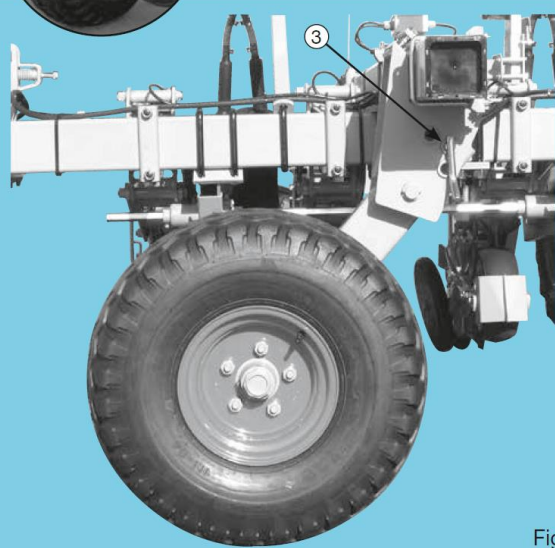

Fig. 52
- Ustawić oba bloki kół w pozycji transportowej i zablokować je sworzniem (3), Fig. 52.